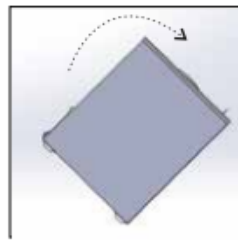

Fig. 2
- Bringen Sie Ihr Produkt in die in Abbildung 2 gezeigte Position. Stellen Sie als nächstes sicher, dass die beiden Rollen mit Bremsen im Rollenfach, wie im Abbildung 4, auf der Rückseite des Fachs, die Rolle zuerst in die Gehäuse unter dem Fach zu platzieren und die Lochmitten gleich ausgerichtet sind. Dann stanzen Sie Ihren U-förmigen Stift durch die Löcher. Setzen Sie die Stiftkeile auf und befestigen sie.